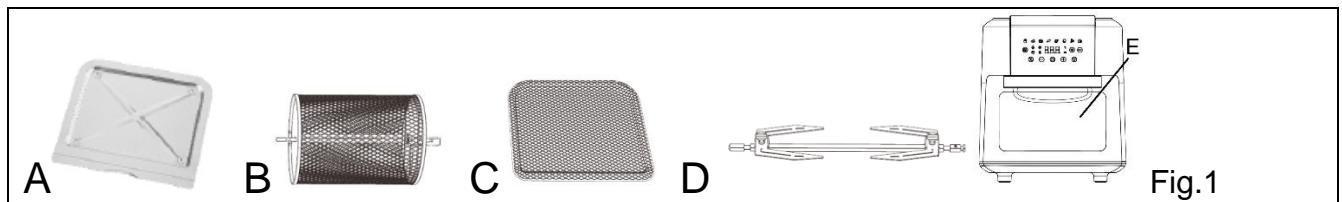

Fig.1
1. Non toccare le parti calde dell'apparecchio per evitare ustioni (Vedi A, B, C, D ed E di Fig.1). Durante l'uso il cestello rotante, il girarrosto e i vassoi diventano molto caldi. Indossare guanti da forno o la pinza quando si maneggiano accessori o superfici calde.